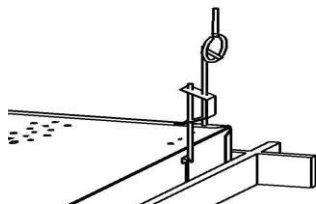

Рис.1
6.4 Установить светильник в потолок см. рисунок 1. Присоединить заведенные внутри питающие сетевые провода (сечение провода 0,75-1,5 мм²) к клеммной колодке светильника. Подключение светильника к электрической сети производить только при обесточенной сети. Подключение заземляющего провода обязательно.